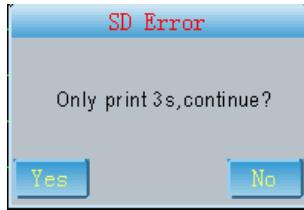

Fig. 7-32
(4) S'il n'y a pas assez de mémoire sur la carte SD pour enregistrer ce cas, l'invite de la Fig.7-32 s'affiche.